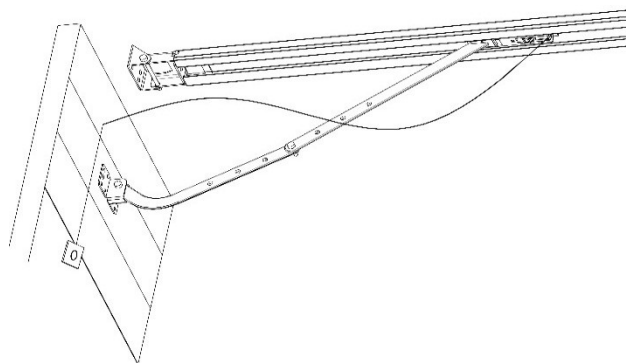

Figura 11.
- Em algumas situações onde não há porta auxiliar, recomenda-se que um dispositivo de desengate externo seja instalado (**figura 11**).